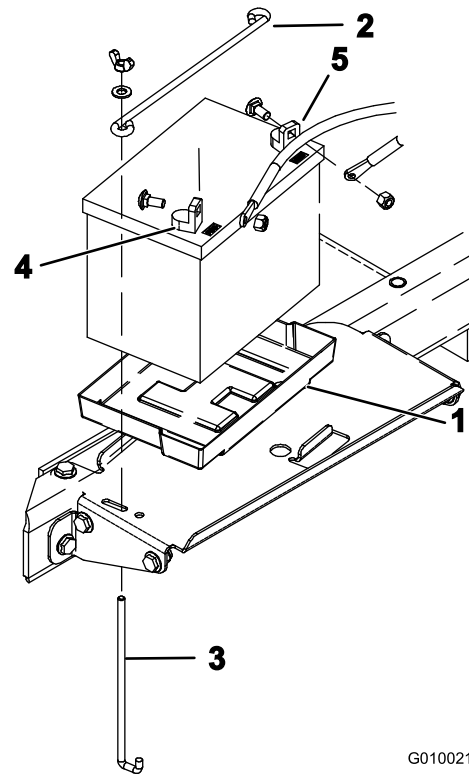

**Figura 13**
1. Desenganche y abra la puerta del compartimiento de la batería (Figura 13).